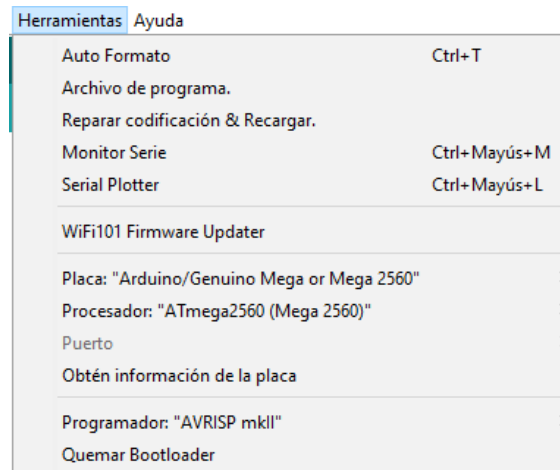

Figura 414: Pestaña de la barra de herramientas para la preinstalación de arduino.
Una vez conocido el puerto, volvemos al programa, y seleccionaremos en la barra de comandos el cuadro seleccionado en la imagen (6), “Herramientas > Placa”, tal y como se observa en la figura 414 y saldrá un listado de las clases de arduino existentes, después, en la misma barra de herramientas seleccionamos “Herramientas > Puerto” en este, habrá una lista de puertos disponibles del ordenador y por lo tanto seleccionaremos el indicado anteriormente. Ya estaremos listos para escribir el código.